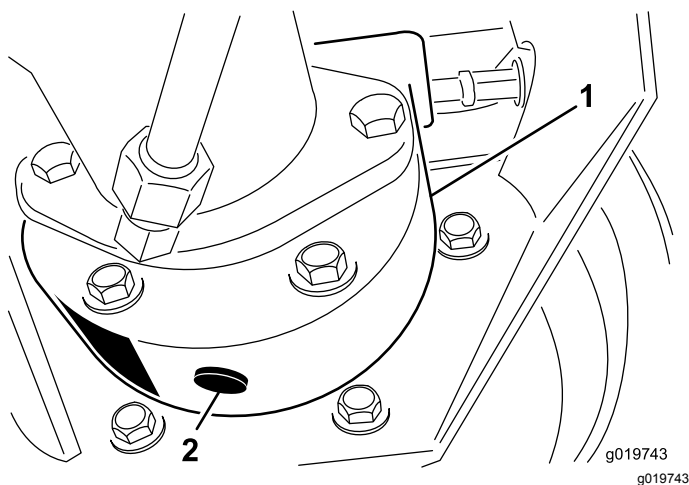

Рисунок 82
3. Подставьте поддон под корпус тормоза, снимите пробку сливного отверстия и дайте маслу стечь (Рисунок 82).